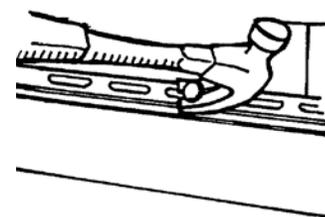

Figure 75
- Relever délicatement le panneau supérieur. Déclouer le panneau abîmé, puis l'enlever (Figure 75).